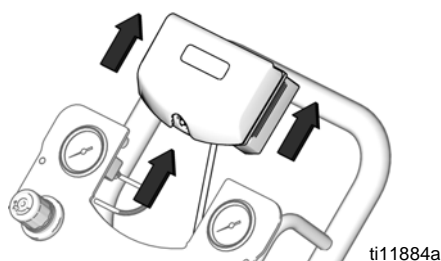

FIG. 10. Ta bort DataTrak
3. Ta bort DataTrak-modulen från fästet. Se FIG. 10. Ta modulen och den anslutna kabeln till en ofarlig plats.